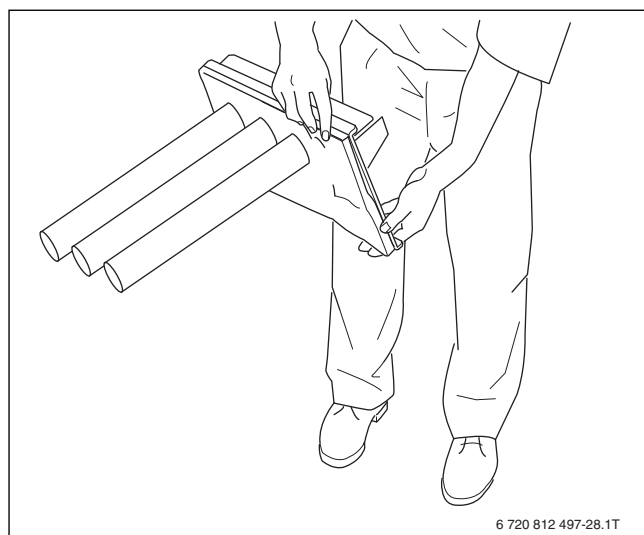

Рис. 41 Опрокидывание горелки
- Переверните горелку, чтобы удалить остатки воды (→ рис. 41, стр. 35).